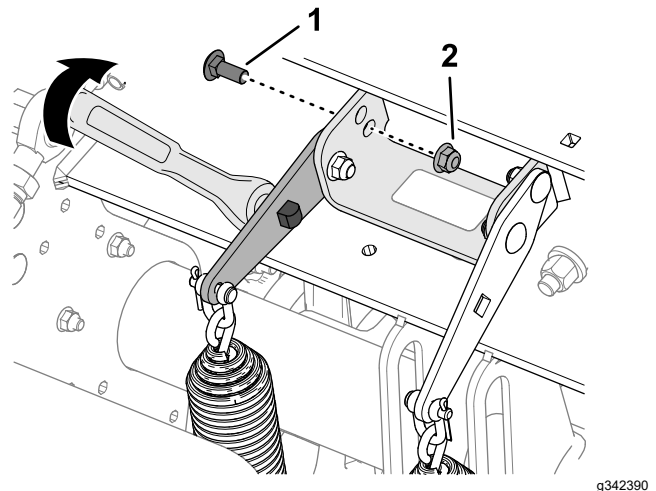

Figure 110
4. Insérez un manche à rochet de ½ pouce ou une barre de levier dans le trou carré de la plaque de tension du ressort (Figure 110).